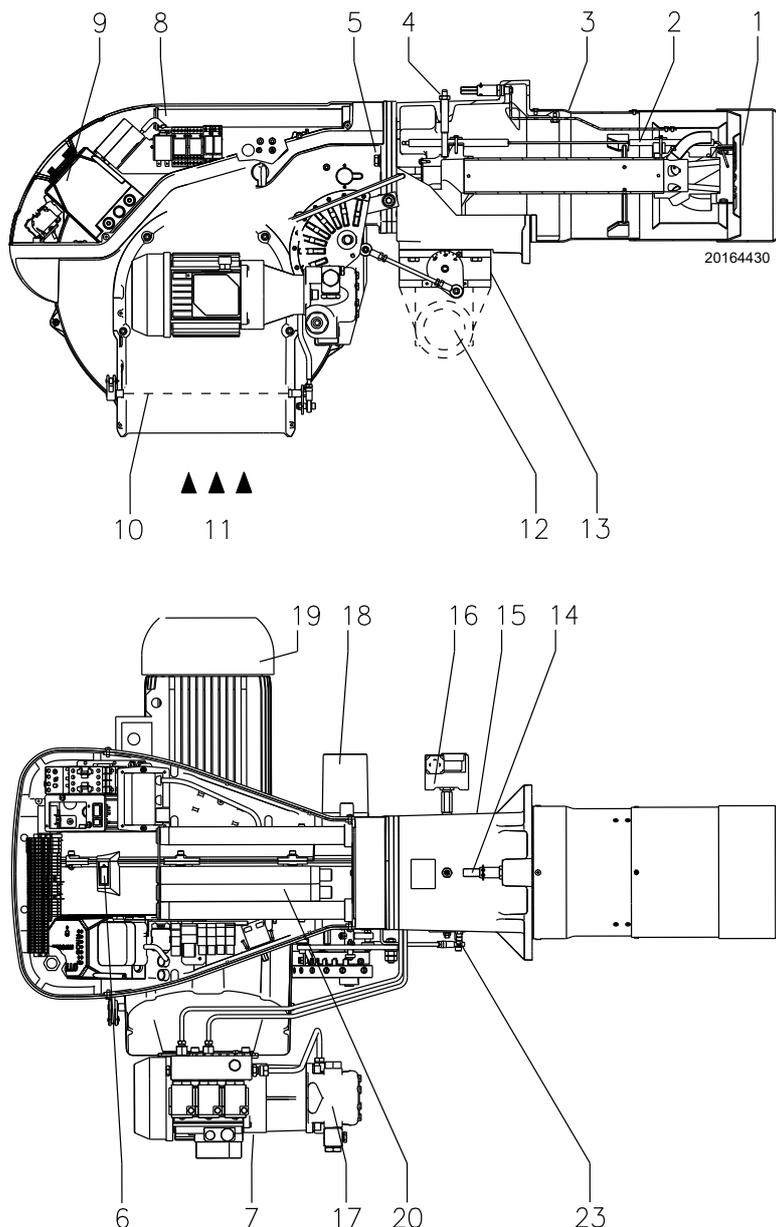

Fig. 5
(1) Condiciones de referencia: Temperatura ambiente 20 °C - Temperatura gas 15 °C - Presión barométrica 1013 mbar - Altitud 0 m s.n.m.
(2) Presión en la toma 4)(Fig. 5, en pág. 11) con presión cero en la cámara de combustión y a la potencia máxima del quemador.
(3) Presión sonora medida en el laboratorio de combustión del fabricante, con quemador funcionando en caldera de prueba a la máxima potencia. La Potencia sonora se mide con el método "Free Field", previsto por la Norma EN 15036, y según una precisión de medición "Accuracy: Category 3", como se describe en la Norma EN ISO 3746.